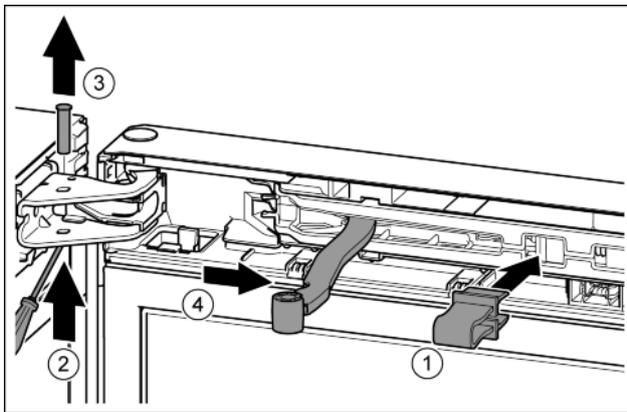

Fig. 9
- ▶ Sicherung in Öffnung einrasten. *Fig. 9 (1)*
- ▶ Bolzen mit Schraubendreher herausschieben. *Fig. 9 (2)*
- ▶ Bolzen nach oben herausnehmen. *Fig. 9 (3)*
- ▶ Gelenk in Richtung Tür drehen. *Fig. 9 (4)*